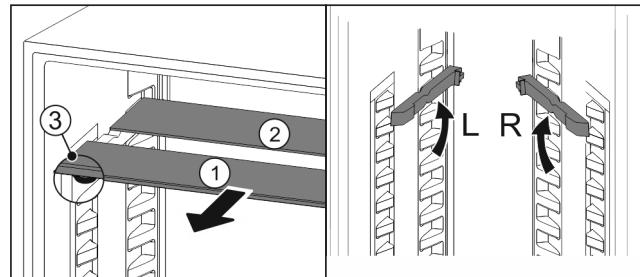

Fig. 112
- Vytiahnite sklené dosky jednotlivo dopredu Fig. 112 (1).
- Sklená doska Fig. 112 (1) s ozdobnou lištou leží vpred.
- Zarážky Fig. 112 (3) ukazujú nadol.